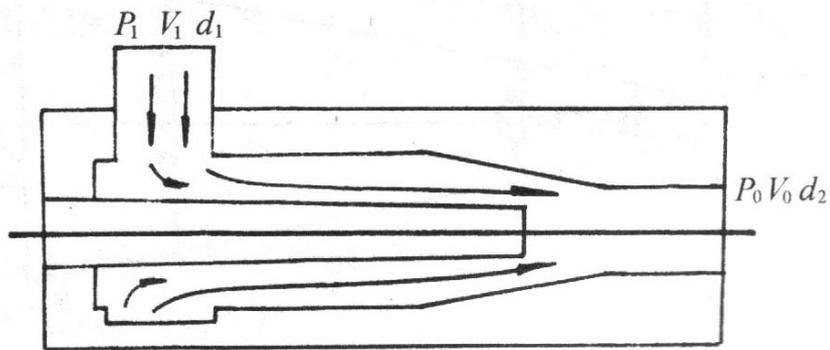

图 5-1 喷嘴喷射引纬示意图
1、喷水 (water jet) 引纬是利用有一定压力的高速水流与丝线之间的摩擦力，将纬丝牵引通过梭口，使经纬交织成织物。喷水引纬是利用织机上的水泵 (pump) 对一定量的水进行加压后，从喷嘴喷射形成的水射流进行引纬的，如图 5-1 所示，纬丝飞行速度取决于射流速度，射流压力及喷嘴结构决定射流速度。